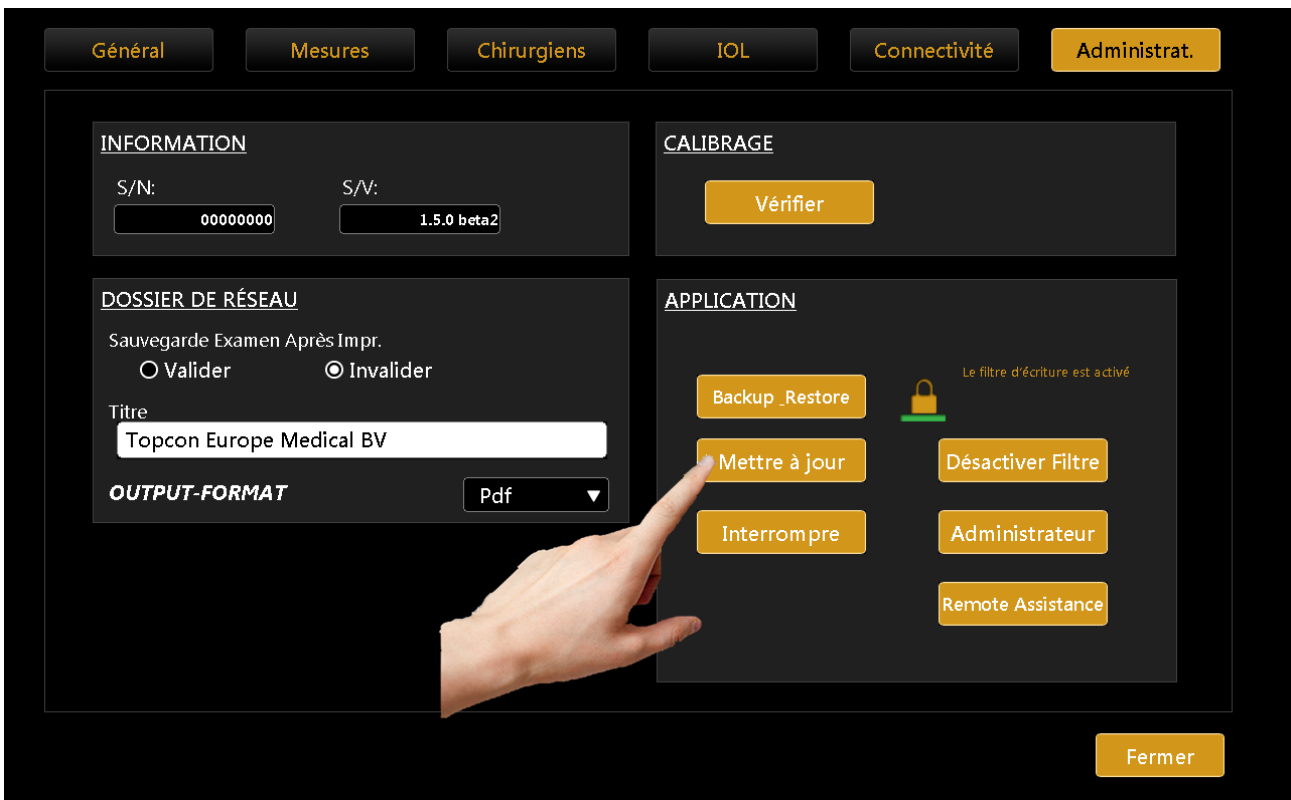

Figure 99
7. Appuyer sur le bouton « **Mettre à jour** » (Figure 99).